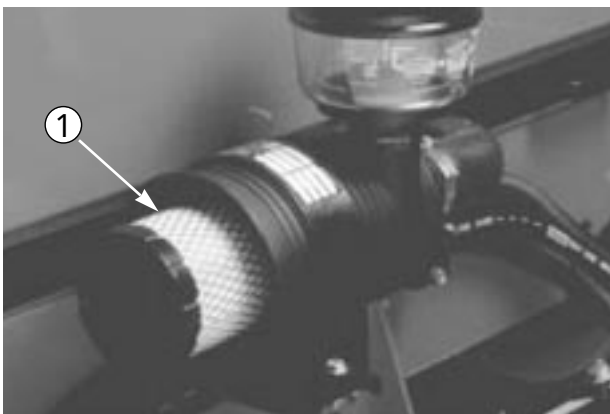

図 46
- 9 . インジケータ（図46）が赤になっていればリセットしておく。